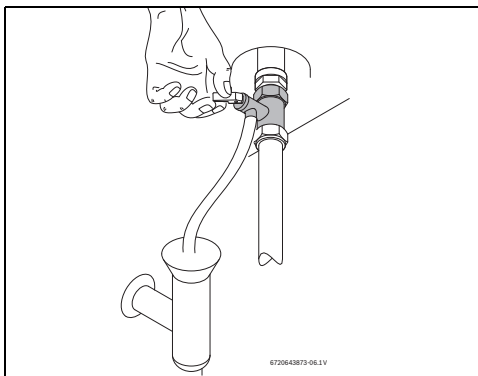

Рис. 11 Открытие предохранительного клапана вручную
- ▶ Откройте предохранительный клапан (→ рис. 11).
- ▶ Минимум один раз в месяц открывайте предохранительный клапан (→ рис. 11).